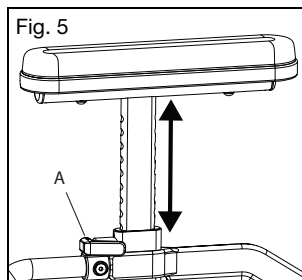

Fig. 5
- a. Tire de la palanca de ajuste de altura (Fig. 5:A) y deslice el grupo superior del brazo en T hasta la altura deseada.
- b. Cierre la palanca de ajuste de altura (Fig. 5:A) para fijarla.